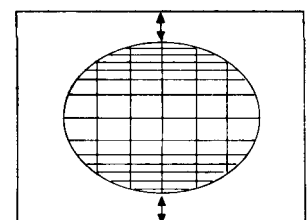

Fig. 9
- d) Regler S CORRECTION pour obtenir une image symetrique referenciee au centre de l'ecran (fig. 9).